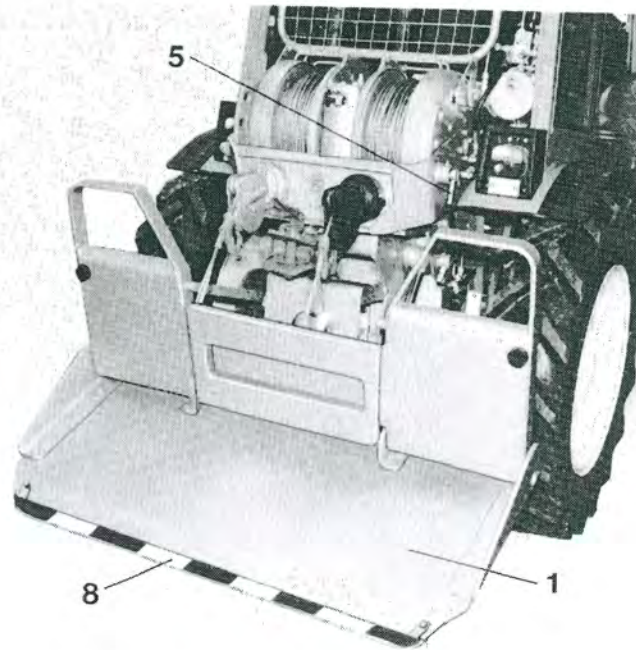

Abb. 47
1. Bergstütze (Abb. 47) mit Betätigungshebel (9 Abb. 56) ablassen und in den Boden drücken.
Schwenkbügeldrehpunkt mit Steckbolzen (5 Abb. 47), Lager der Hydr. Zylinder und die Wellen zum Kegelradgetriebe sollten schmutzfrei gehalten werden und gegen Rostbildung bzw. Festfrieren immer einen Ölfilm besitzen.